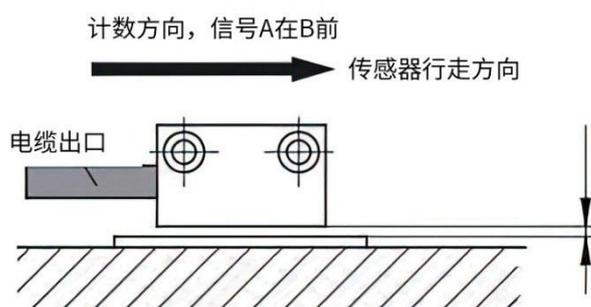
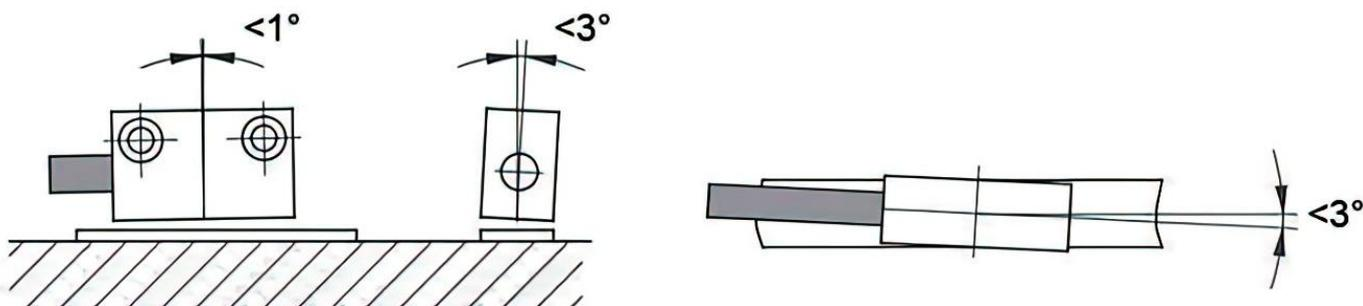

图 2-6 计数方向定义/安装
图 2-7 最大偏差
- **读数头必须与计数方向对齐** (见图 2-6)，如果计数方向会随跟踪电子装置（例如磁显示装置）而改变，则可以忽略。
- 安装磁栅尺读数头时，要确保磁条和读数头之间的间隙，应确保整个测量长度方向的最大偏差(见图 2-7)
- ◆ 观察在总行程距离中磁栅尺读数头和磁条之间的间隙是否超过容忍距离或读数头是否与磁条接触（见图 2-6、图 2-7）。